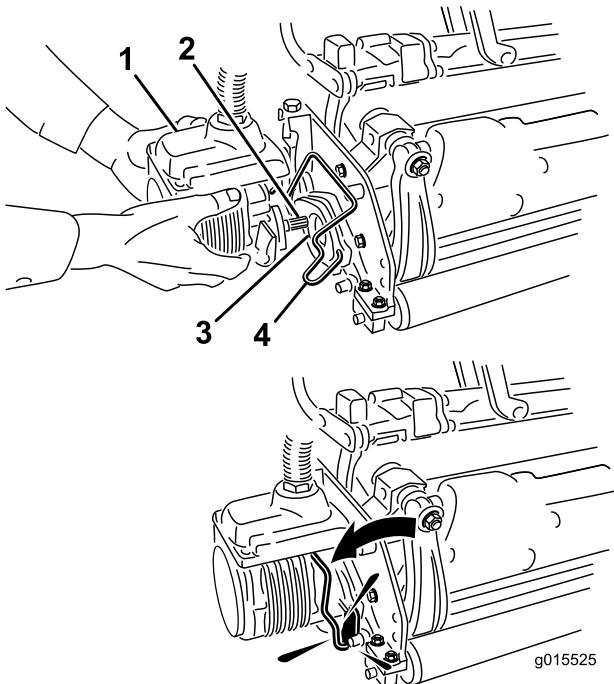

Figura 15
11. Cubra el eje acanalado del motor de la unidad de corte con grasa limpia (Figura 15).
12. Introduzca el motor en el lado izquierdo de la unidad de corte (visto desde el puesto del operador) y tire de la barra de retención del motor (en la unidad de corte) hacia el motor hasta que oiga un "clic" en ambos lados del motor (Figura 15).